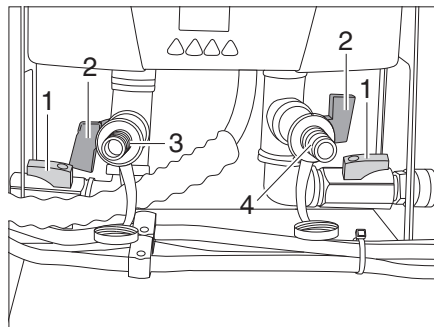

Bild 190 Durchlauferhitzer
- Schwarze Ventile (Bild 190,1) schließen.
- Zusätzlichen Ablassschlauch, welcher ins Freie führt, am linken Anschluss (Bild 190,3) anschließen.
- Am rechten Anschluss (Bild 190,4) des Durchlauferhitzers (Kaltwasserseite) Druckluft anschließen.
- Rote Entleerungsventile (Bild 190,2) öffnen.